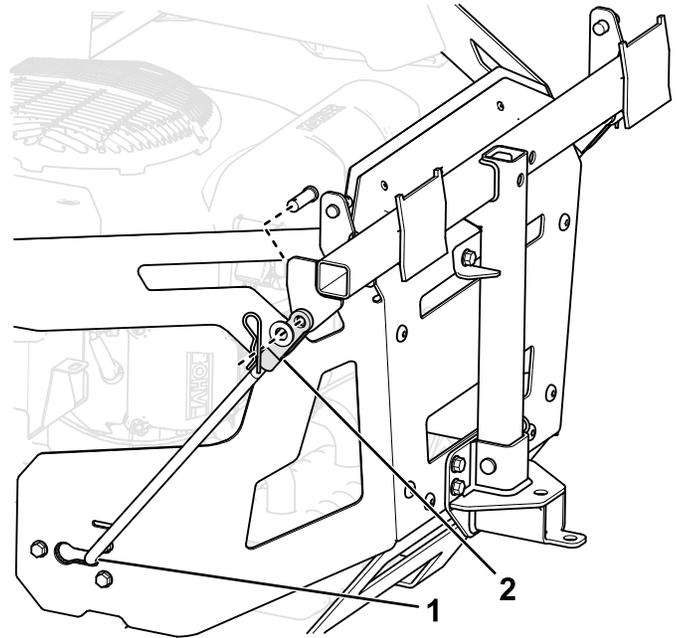

Figura 16
estrutura da máquina e mova a barra para trás para a encaixar na estrutura (Figura 16).
7. Prenda as extremidades das barras na estrutura do depósito de recolha como se mostra na Figura 16 e prenda a extremidade de cada barra com um passador de forquilha e um perno do gancho.